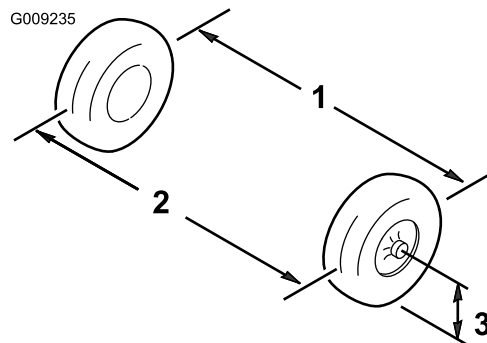

Figura 44
6. Misurate la distanza tra gli pneumatici anteriori all'altezza dell'assale, davanti e dietro le ruote (Figura 44).